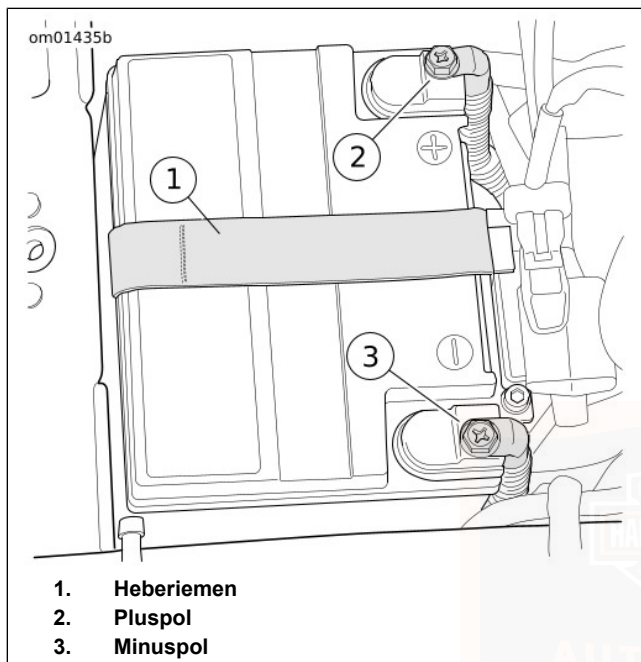

Abbildung 63. Batteriefach
10. Siehe Abbildung 63. Beide Batteriekabel, das Batterieminskabel zuerst, abklemmen.
3. Siehe Abbildung 63. Die Batterie mit der Kontaktseite nach vorne in die Batteriegrundplatte einsetzen.